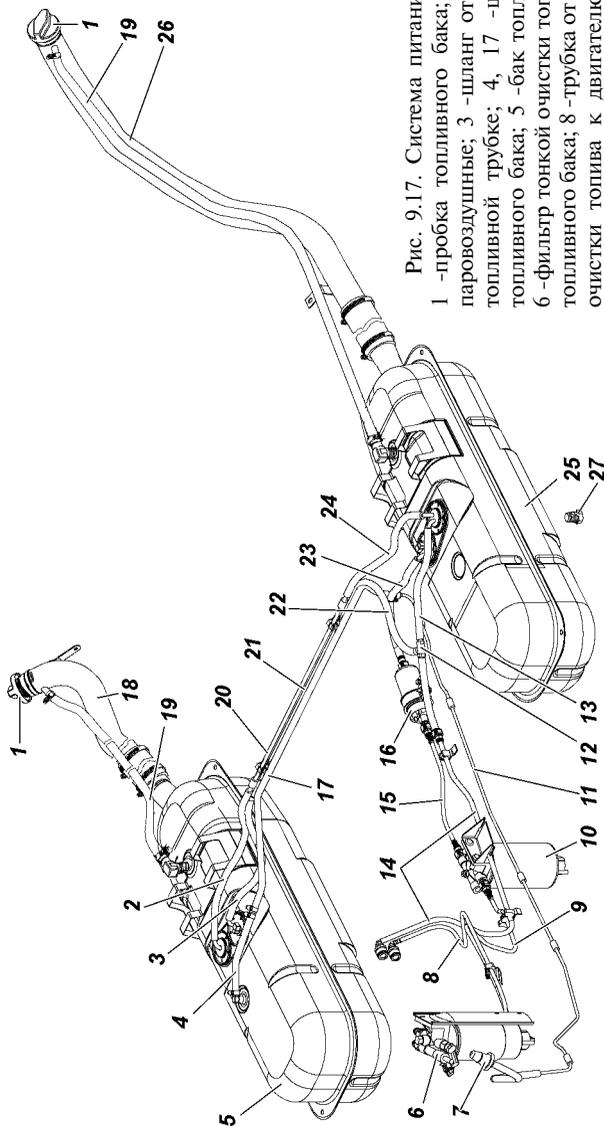

Рис. 9.17. Система питания двигателя:
### Система питания (рис. 9.17)
**Топливные баки 5, 25 (рис. 9.17).** Обслуживание топливных баков заключается в периодической промывке фильтра приемной трубки указателей уровня топлива и самих баков.
- слейте топливо отвернув пробку 27 (рис. 9.17);
**Топливный электронасос 16 (рис. 9.17)** проточного типа.